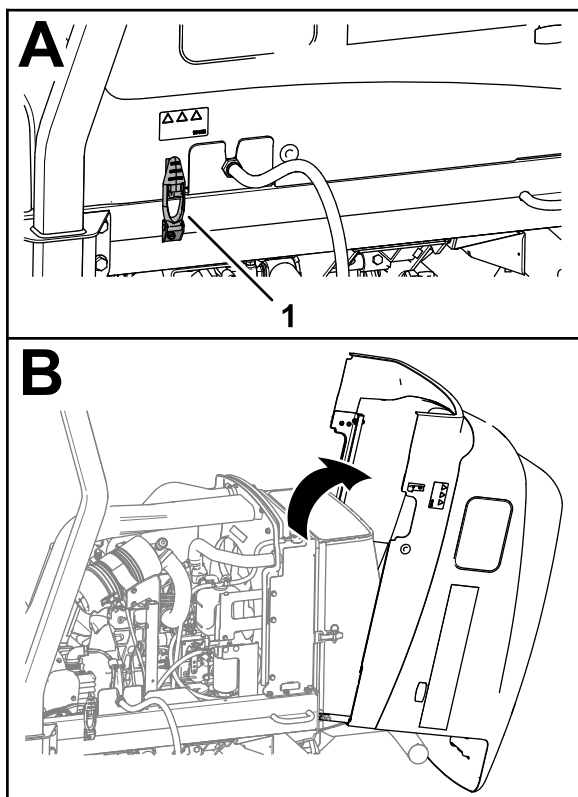

Figura 59
1. Eliberați cei 2 clicheti ai capotei (Figura 59).